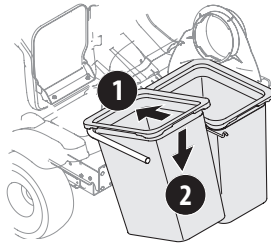

Figure 16
8. Installez les deux sacs à herbe (664-05104) sur leur support en insérant d'abord la partie avant du sac comme indiqué au point (1), puis la partie arrière jusqu'à ce que chaque sac soit correctement placé sur son support (2), comme indiqué dans Figure 16.